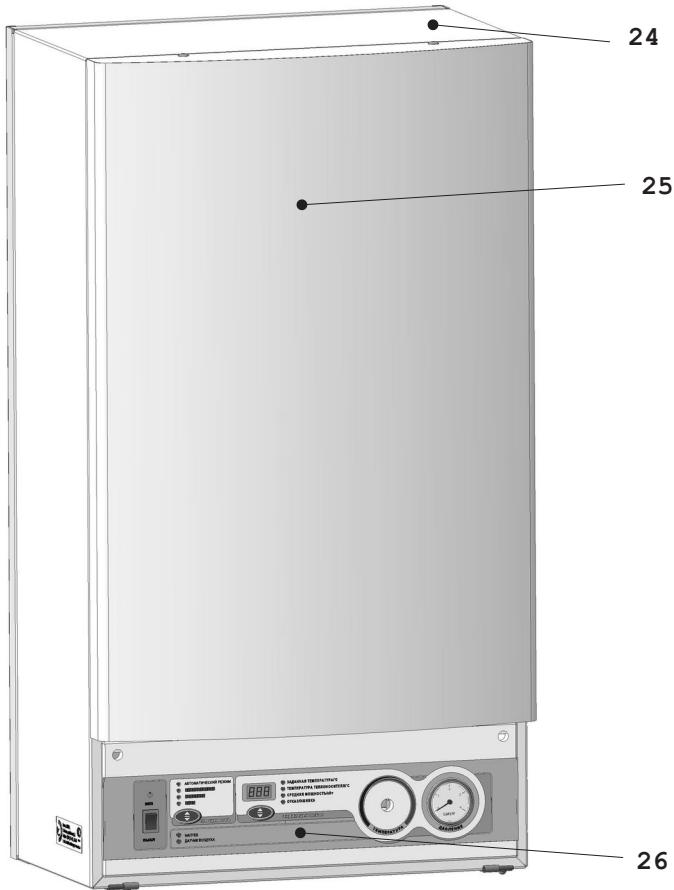

Рис. 2
4.2 На кожухе (24) Рис. 2 в нижней его части расположена панель управления (26) с элементами управления и индикации режимов работы прибора. Для монтажа и обслуживания устройств, расположенных внутри прибора, панель лицевая (25) может сниматься предоставляя доступ к любому узлу.
- все токоведущие части прибора должны быть надежно закрыты. Запрещается работа прибора при снятой лицевой панели (25) рис.2.